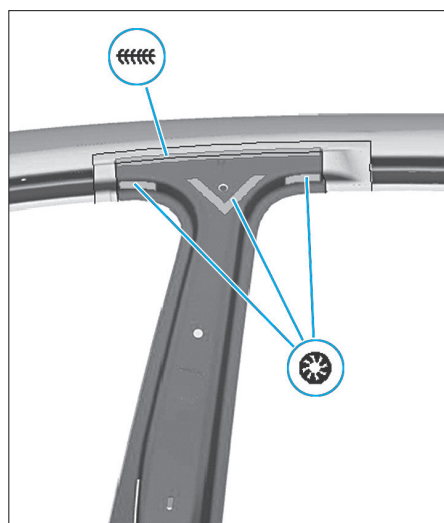

FIG. 89
- Souder la zone d'accostage du renfort de montant B en cordon continu (Fig.89).